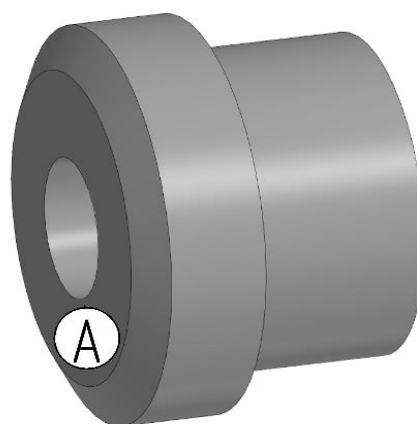
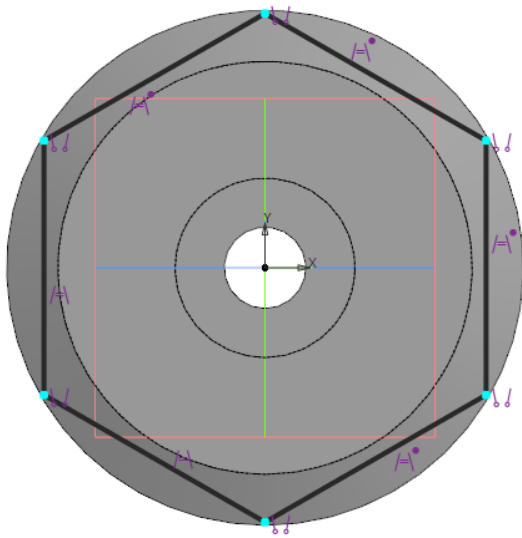

Рис. 81
Рис. 82
1.7. Создайте элемент вращения. Изображение должно соответствовать рис. 81.
1.8. Выделите плоскую грань А (см. рис. 81) и вызовите команду *Создать эскиз*. Вызовите команду *Многоугольник*  из меню *Черчение*. Задайте количество вершин равным 6 (рис. 82). Установите переключатель *Способ построения* – *По вписанной окружности*, в поле *Диаметр* введите 65, что соответствует размеру под ключ, размер указан на чертеже общего вида. Эскиз должен соответствовать рис. 82. Параметры показаны на рис. 83.